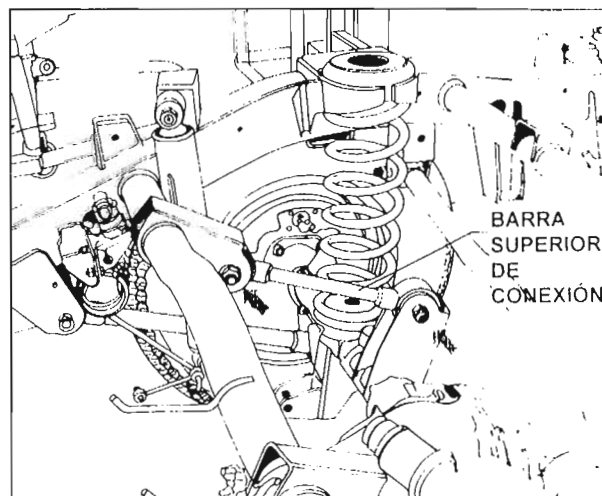

Fig.35 – Instalación de la barra superior de conexión
- Instale la barra inferior de conexión en su posición y apriete los tornillos a un par de apriete de 16mkg (Fig. 35).